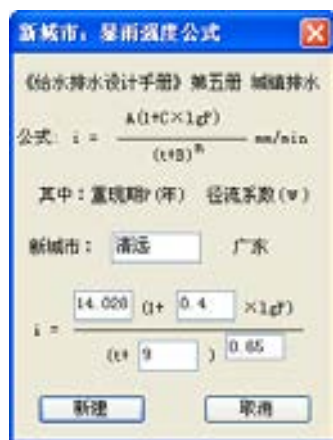

图 7-13 【新城市: 暴雨强度公式】对话框
- “新建城市”按钮: 单击该按钮,系统弹出【新城市:暴雨强度公式】对话框;在其中定义城市的名称和公式中的各项参数,如图 7-13 所示。单击“新建”按钮,